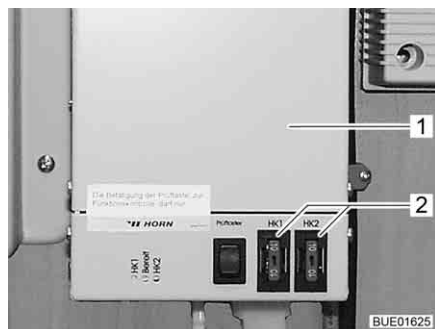

Fig. 129 Régulateur du chauffage des conduites des eaux usées
Les fusibles se trouvent sur le régulateur (Fig. 129,1).
- Changer le fusible (Fig. 129,2).